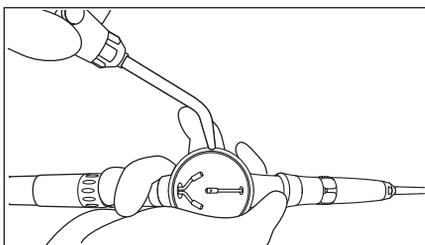

Fig. 13
- 3) Expulse con aire el polvo que haya quedado en el depósito. (Fig. 13)